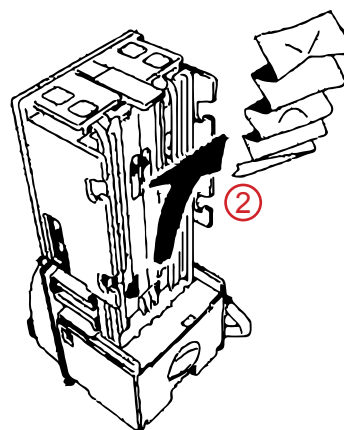

Рисунок 78
2. Извлеките застрявшую купюру (см.рис.78)